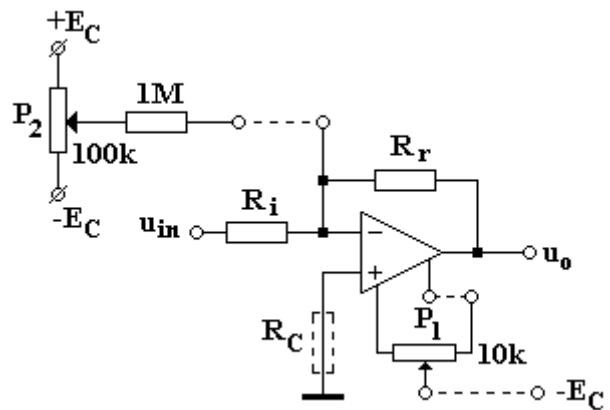

Fig. 3. Montajul practic al circuitului inversor ( $R_C$  se poate considera = 0).
Se realizează circuitul inversor din fig. 3. Determinările se fac pentru două valori ale amplificării în buclă închisă:  $A_1 = -10$  și  $A_2 = -100$ . Se desenează cele două circuite corespunzătoare celor două amplificări, notându-se valorile de rezistențe utilizate.
- se realizează repetorul inversor, conectând în circuitul din fig. 3  $R_i=R_f=1k\Omega$ ;